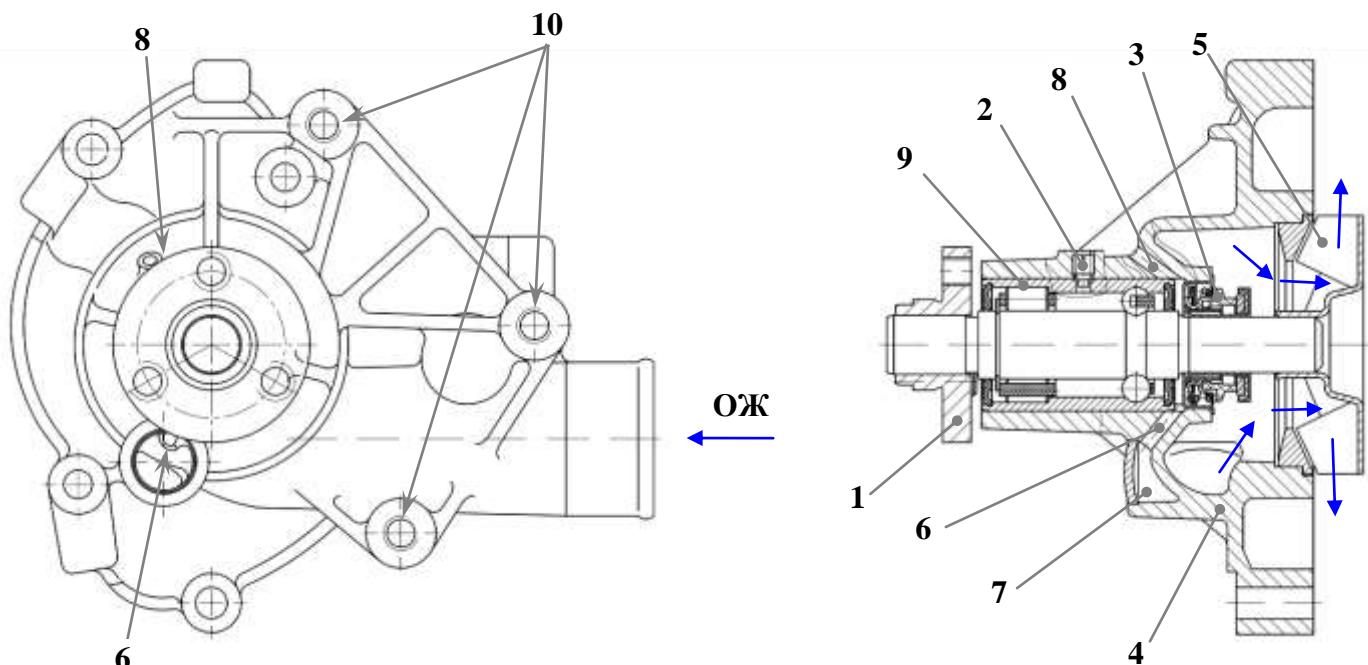
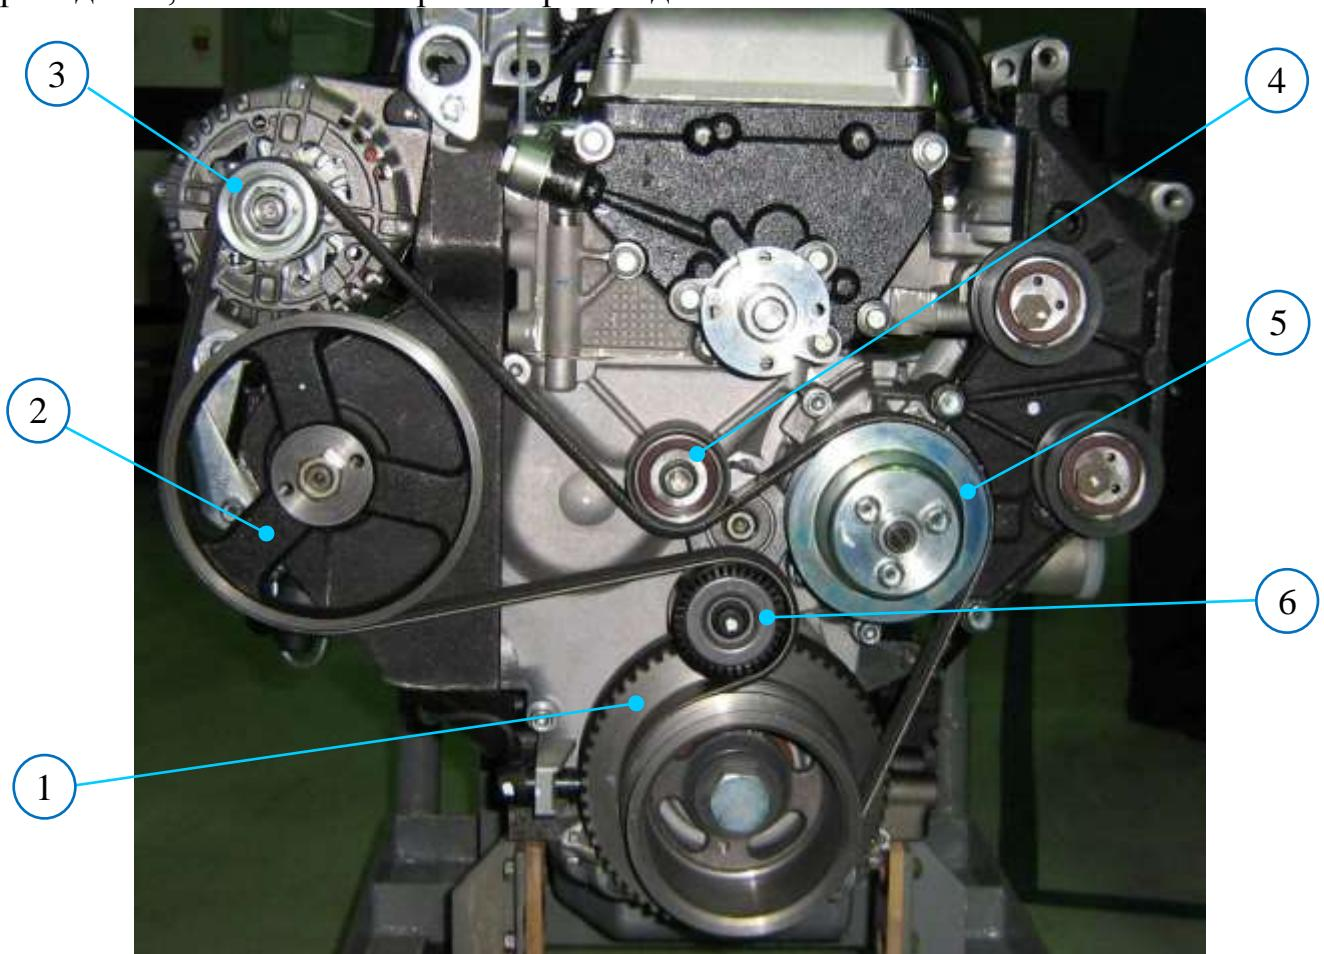

Рис. 40. Водяной насос:
Рис. 41. Привод водяного насоса, генератора и ТНВД:
**Водяной насос** (рис. 40) – центробежного типа, установлен на крышке цепи, подача охлаждающей жидкости насосом осуществляется в блок цилиндров двумя потоками.
**Привод водяного насоса** (рис. 40) осуществляется от шкива коленчатого вала поликлиновым ремнем 51432.1308020 «6РК1600» (эффективная длина ремня  $1600\pm5$  мм) (рис. 41) совместно с генератором и ТНВД. Передаточное отношение привода – 1,11. Натяжение ремня производится автоматически.
ОАО «ЗМЗ» комплектует двигатели ЗМЗ-51432 ремнями производства ОАО «БРТ» изготовленными из материала EPDM «этилен пропилен диен мономер» – этилен пропиленового каучука (рис. 41). Ремни, изготовленные из материала EPDM, обладают большей долговечностью, износостойкостью тепло- и морозостойкостью.
Привод ТНВД осуществляется совместно с водяным насосом и генератором поликлиновым ремнем 6PK1600 от шкива коленчатого вала. Натяжение ремня производится автоматически механизмом натяжения ремня (рис. 40, 43).